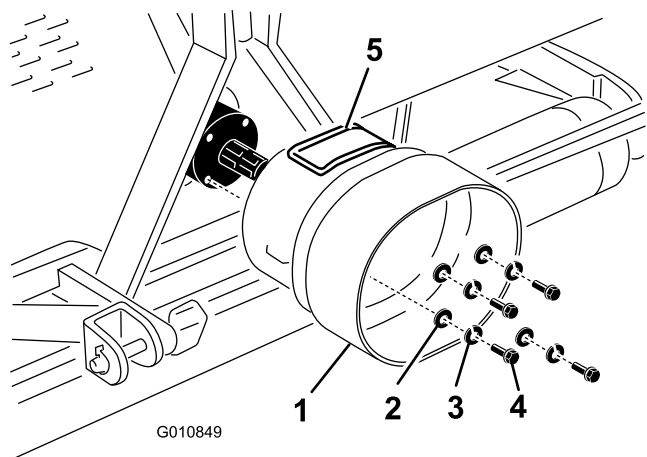

Figura 22
**Nota:** Puede abrir el panel de acceso (Figura 22) para facilitar el desmontaje y la instalación de los herrajes de montaje del árbol de la TDF.
1. Retire los 4 pernos, las arandelas de freno y las arandelas planas que están sujetas a la parte trasera de la caja de engranajes del aireador (Figura 22).
2. Monte el protector de la TDF en la caja de engranajes del aireador con los herrajes que retiró anteriormente (Figura 22).
Alinee el panel de acceso (Figura 22) del protector de la TDF con la parte superior o el lateral, según la configuración del bastidor del aireador.